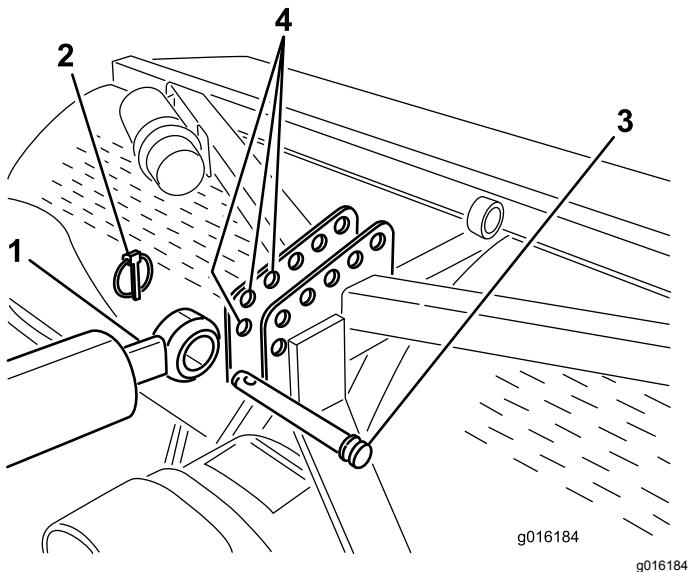
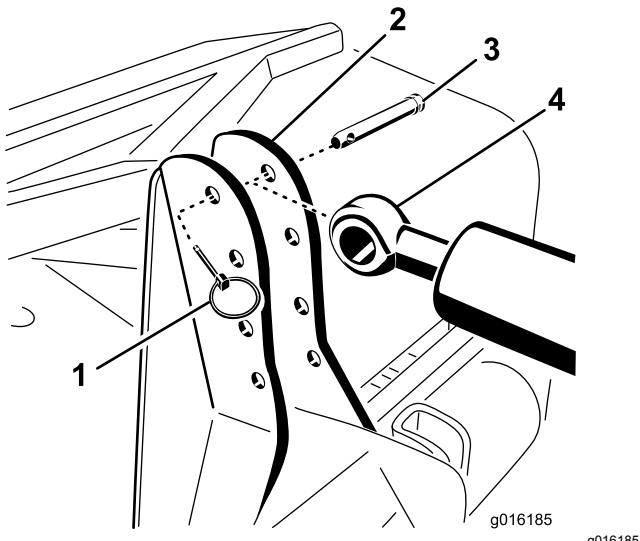

Figura 6
Figura 7
- Fixe extremidade da barra do braço superior hidráulico ao furo mais avançado possível no suporte do arejador com o pino de articulação e o pino de sujeição (Figura 6 ou Figura 7).